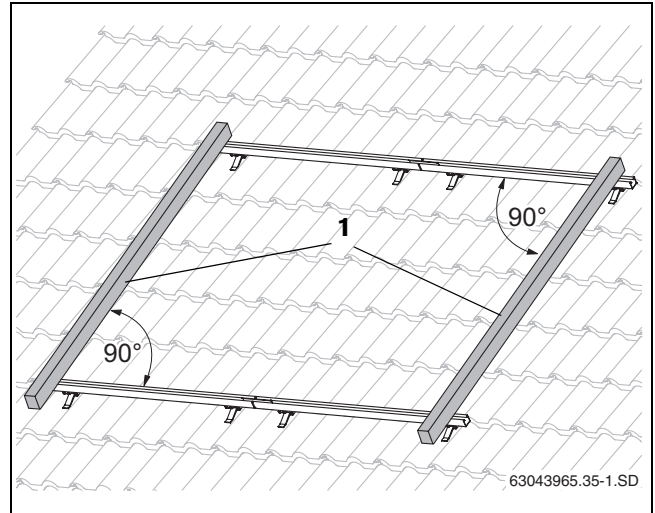

Fig. 29 Nivelar los perfiles guía
- ▶ Alinee los perfiles guía superiores e inferiores lateralmente y en posición horizontal (Fig. 29, utilice un nivel de burbuja).
Mida las diagonales o coloque, por ejemplo, un listón (Fig. 29, [1]) en los extremos de los perfiles guía. El ángulo entre el listón y el perfil guía debe ser de 90°. Nivele los perfiles guía mediante los orificios ovalados.